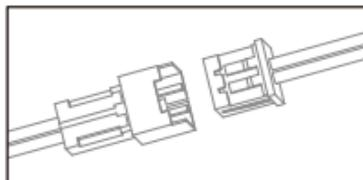

Bild 12
- Stecken Sie den passenden Motorstecker in den Motoranschluss (Bild 12). Dann platzieren Sie den Motor in den oberen Halter und dann in den unteren Halter, und ziehen die Schraube fest Bild (13). Dann verwenden Sie die oben gezeigten Bilder 8/9, um den Propeller wieder zu befestigen.